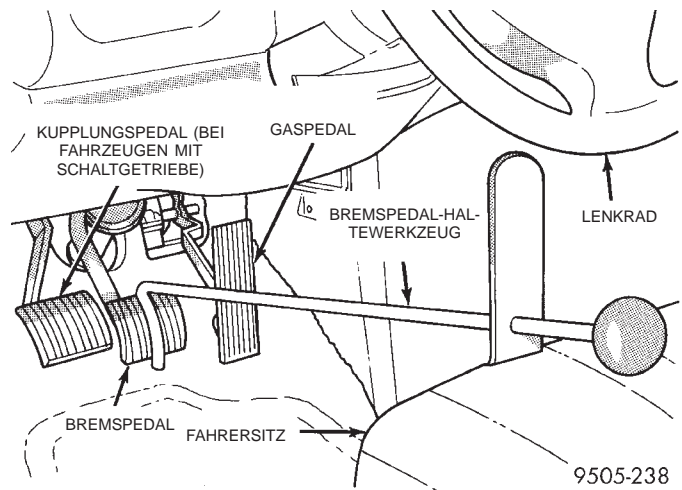

Abb. 10 Bremspedal-Haltewerkzeug angebracht
(3) Mit einem Bremspedal-Haltewerkzeug wie in (Abb. 10) dargestellt, das Bremspedal mehr als 25 mm (1 Zoll) durchdrücken und in dieser Stellung fixieren. Dadurch wird der Vorratsbehälter des Hauptbremszylinders vom hydraulischen System der Bremsanlage isoliert und das Austreten von Bremsflüssigkeit aus dem Vorratsbehälter verhindert.
(4) Die Schraube und die 2 Muttern lösen, mit denen das Tempomat-Servolement am Fahrzeug befestigt ist. Den Kabelbaumsteckverbinder vom Tempomat-Servolement abziehen. Das Kabel am Tempomat-Servolement belassen und zur Seite aus dem Montagebereich herausdrücken.